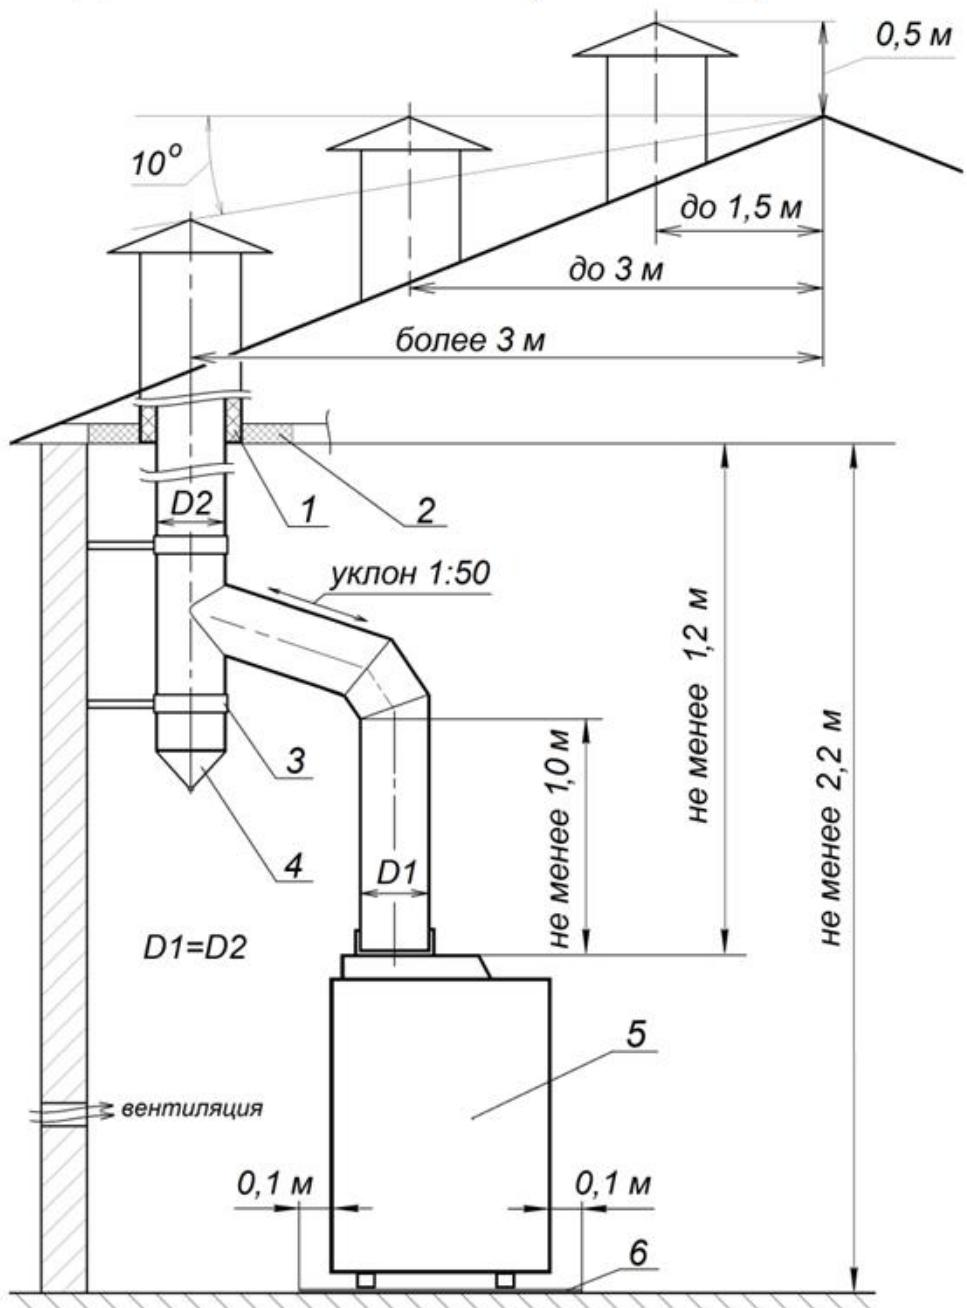

Рисунок 1. Монтаж котла и металлической дымовой трубы.
3.3. При установке котла на сгораемые конструкции здания под котлом и его фронтом необходима стальная прокладка из стали толщиной 1 мм по слою термостойкого материала (*поз. 6 на рис. 1*). Прокладка должна выступать за габариты корпуса котла по периметру на 10 см.